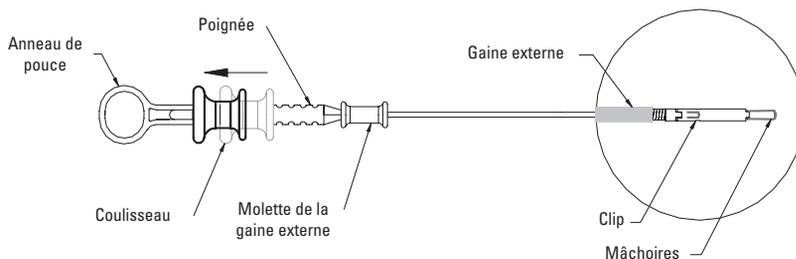

Figure 4 : Fermer le clip Resolution™
2. Pour fermer le clip Resolution à l'emplacement voulu, déplacer le coulisseau en direction proximale jusqu'à ce qu'une résistance tactile soit ressentie dans la poignée, comme illustré dans la figure 4. La position du clip peut alors être estimée avant le déploiement.